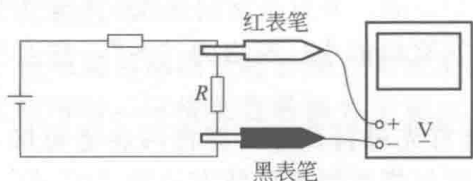

图 1-6 直流电压的测量
① 转换开关旋至“ $V$ ”挡位，正确选择量程，所选量程应大于被测电压，若不知被测电压大小时，则应先以最大量程试测，然后逐次旋至适当量程上（使指针接近满刻度或大于  $2/3$  满刻度为宜）。
② 如图 1-6 所示，万用表并接于被测电路，且注意极性不可接反，即红表笔接高电位端，黑表笔接低电位端。
③ 根据指针在标有“-”或“DC”符号的刻度线上的位置及所选量程，正确读数。